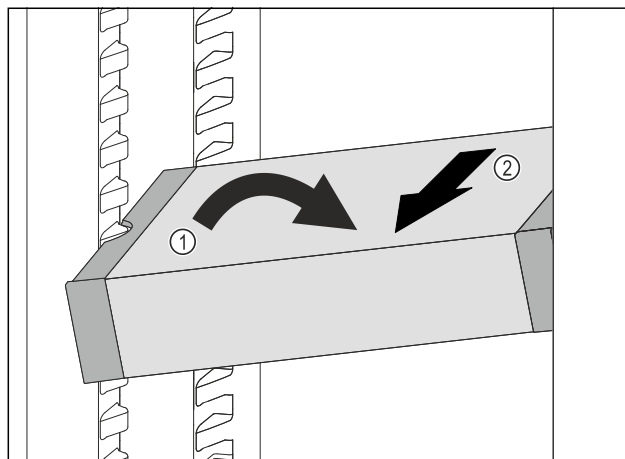

Fig. 124
- ▶ Poziționați oblic VarioSafe în frigider. Fig. 124 (1)
- ▶ Extrageți VarioSafe spre înainte. Fig. 124 (2)